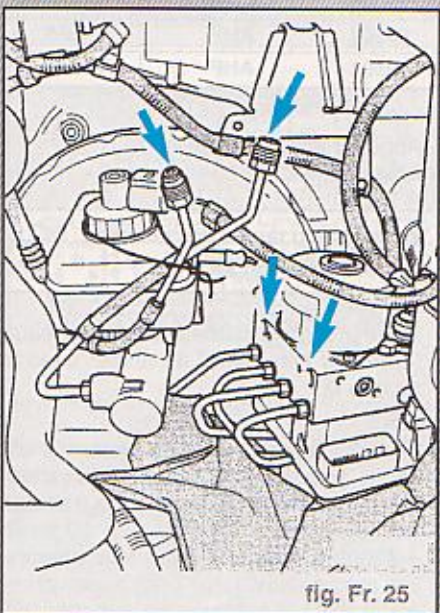

fig. Fr. 25
- Dévisser les conduites de frein allant de l'unité hydraulique au maître-cylindre (flèches) et les attacher de telle façon qu'elles restent orientées vers le haut (Fig. Fr. 25).